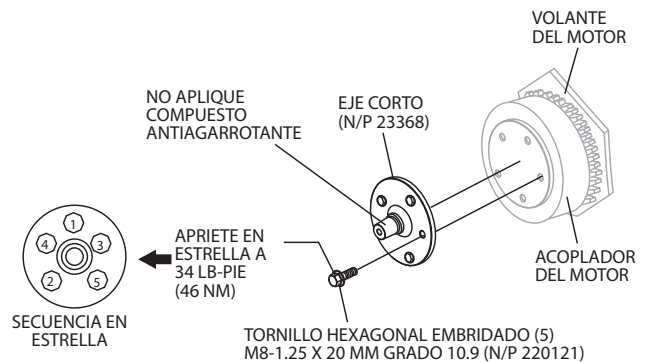

Figura 11. Instalación del eje corto
3. Use un cubo de 13 mm para instalar el **nuevo** eje corto, N/P 23368, con tornillos hexagonales embreadados M8-1.25 x 20 mm (5), N/P 22021, en el acoplador del motor. **NO** aplique compuesto antiagarrotante en el eje corto. Vea la Figura 11.
4. Apriete en **estrella** los tornillos de montaje del eje corto a 34 lb-pie (46 N•m). Vea la Figura 11.